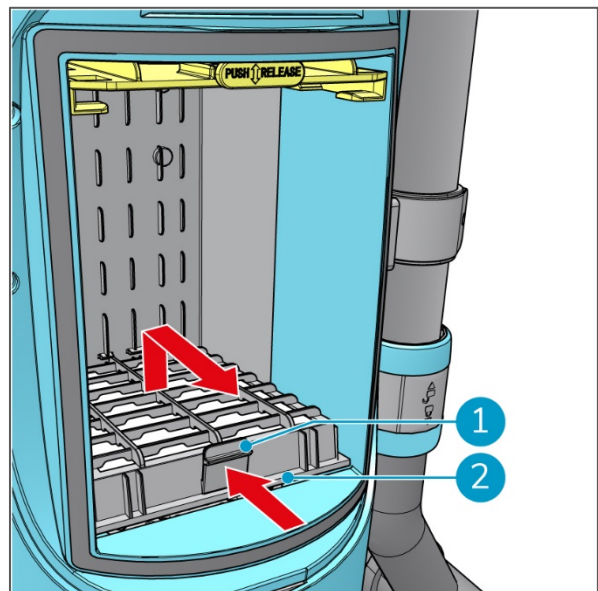
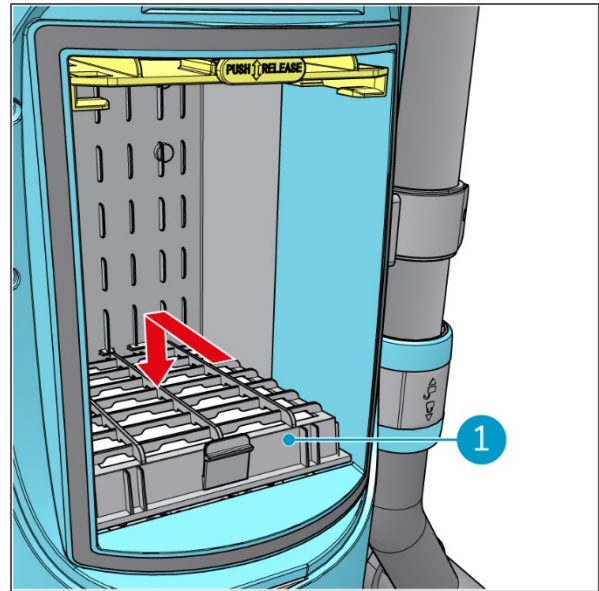

Figura 22
Figura 23
4. Carregar ligeiramente no botão cinzento (Figura 22, posição 1) para desbloquear o filtro de cassete.
5. Puxe o filtro de cassete (Figura 22, posição 2) para fora do corpo do i-move 2.5B.
6. Empurre o novo filtro de cassete no corpo do i-move 2.5B® (Figura 23, posição 1). Quando ouvir um clique no botão cinzento (Figura 22, posição 1), está bloqueado.